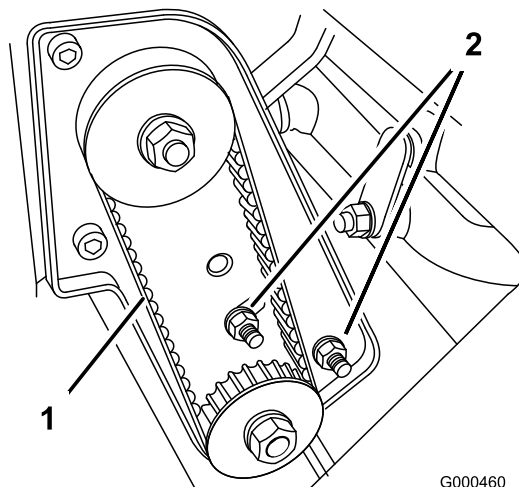

Figura 36
- A. Afloje las tuercas de montaje del alojamiento del cojinete (Figura 36)
- C. Apriete las tuercas de montaje del alojamiento del cojinete (Figura 36) No tense demasiado la correa.